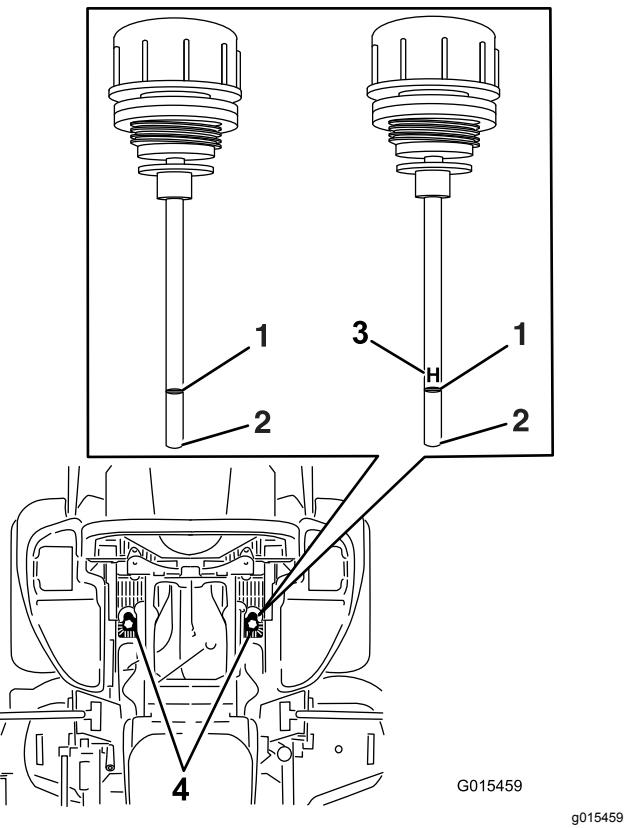

Figure 83
6. Nettoyez la surface autour des jauge des réservoirs du système hydraulique (Figure 83).
7. Sortez une jauge du réservoir hydraulique (Figure 83).
9. Ressortez la jauge et examinez l'extrémité (Figure 83).